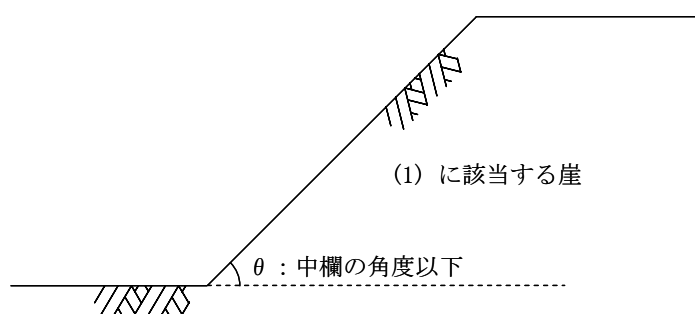

図3-1 擁壁で覆わなくてもよい切土崖
- (1) 土質が表3-1上欄に掲げるものに該当し、かつ、土質に応じ勾配が同表中欄の角度以下（図3-1）。